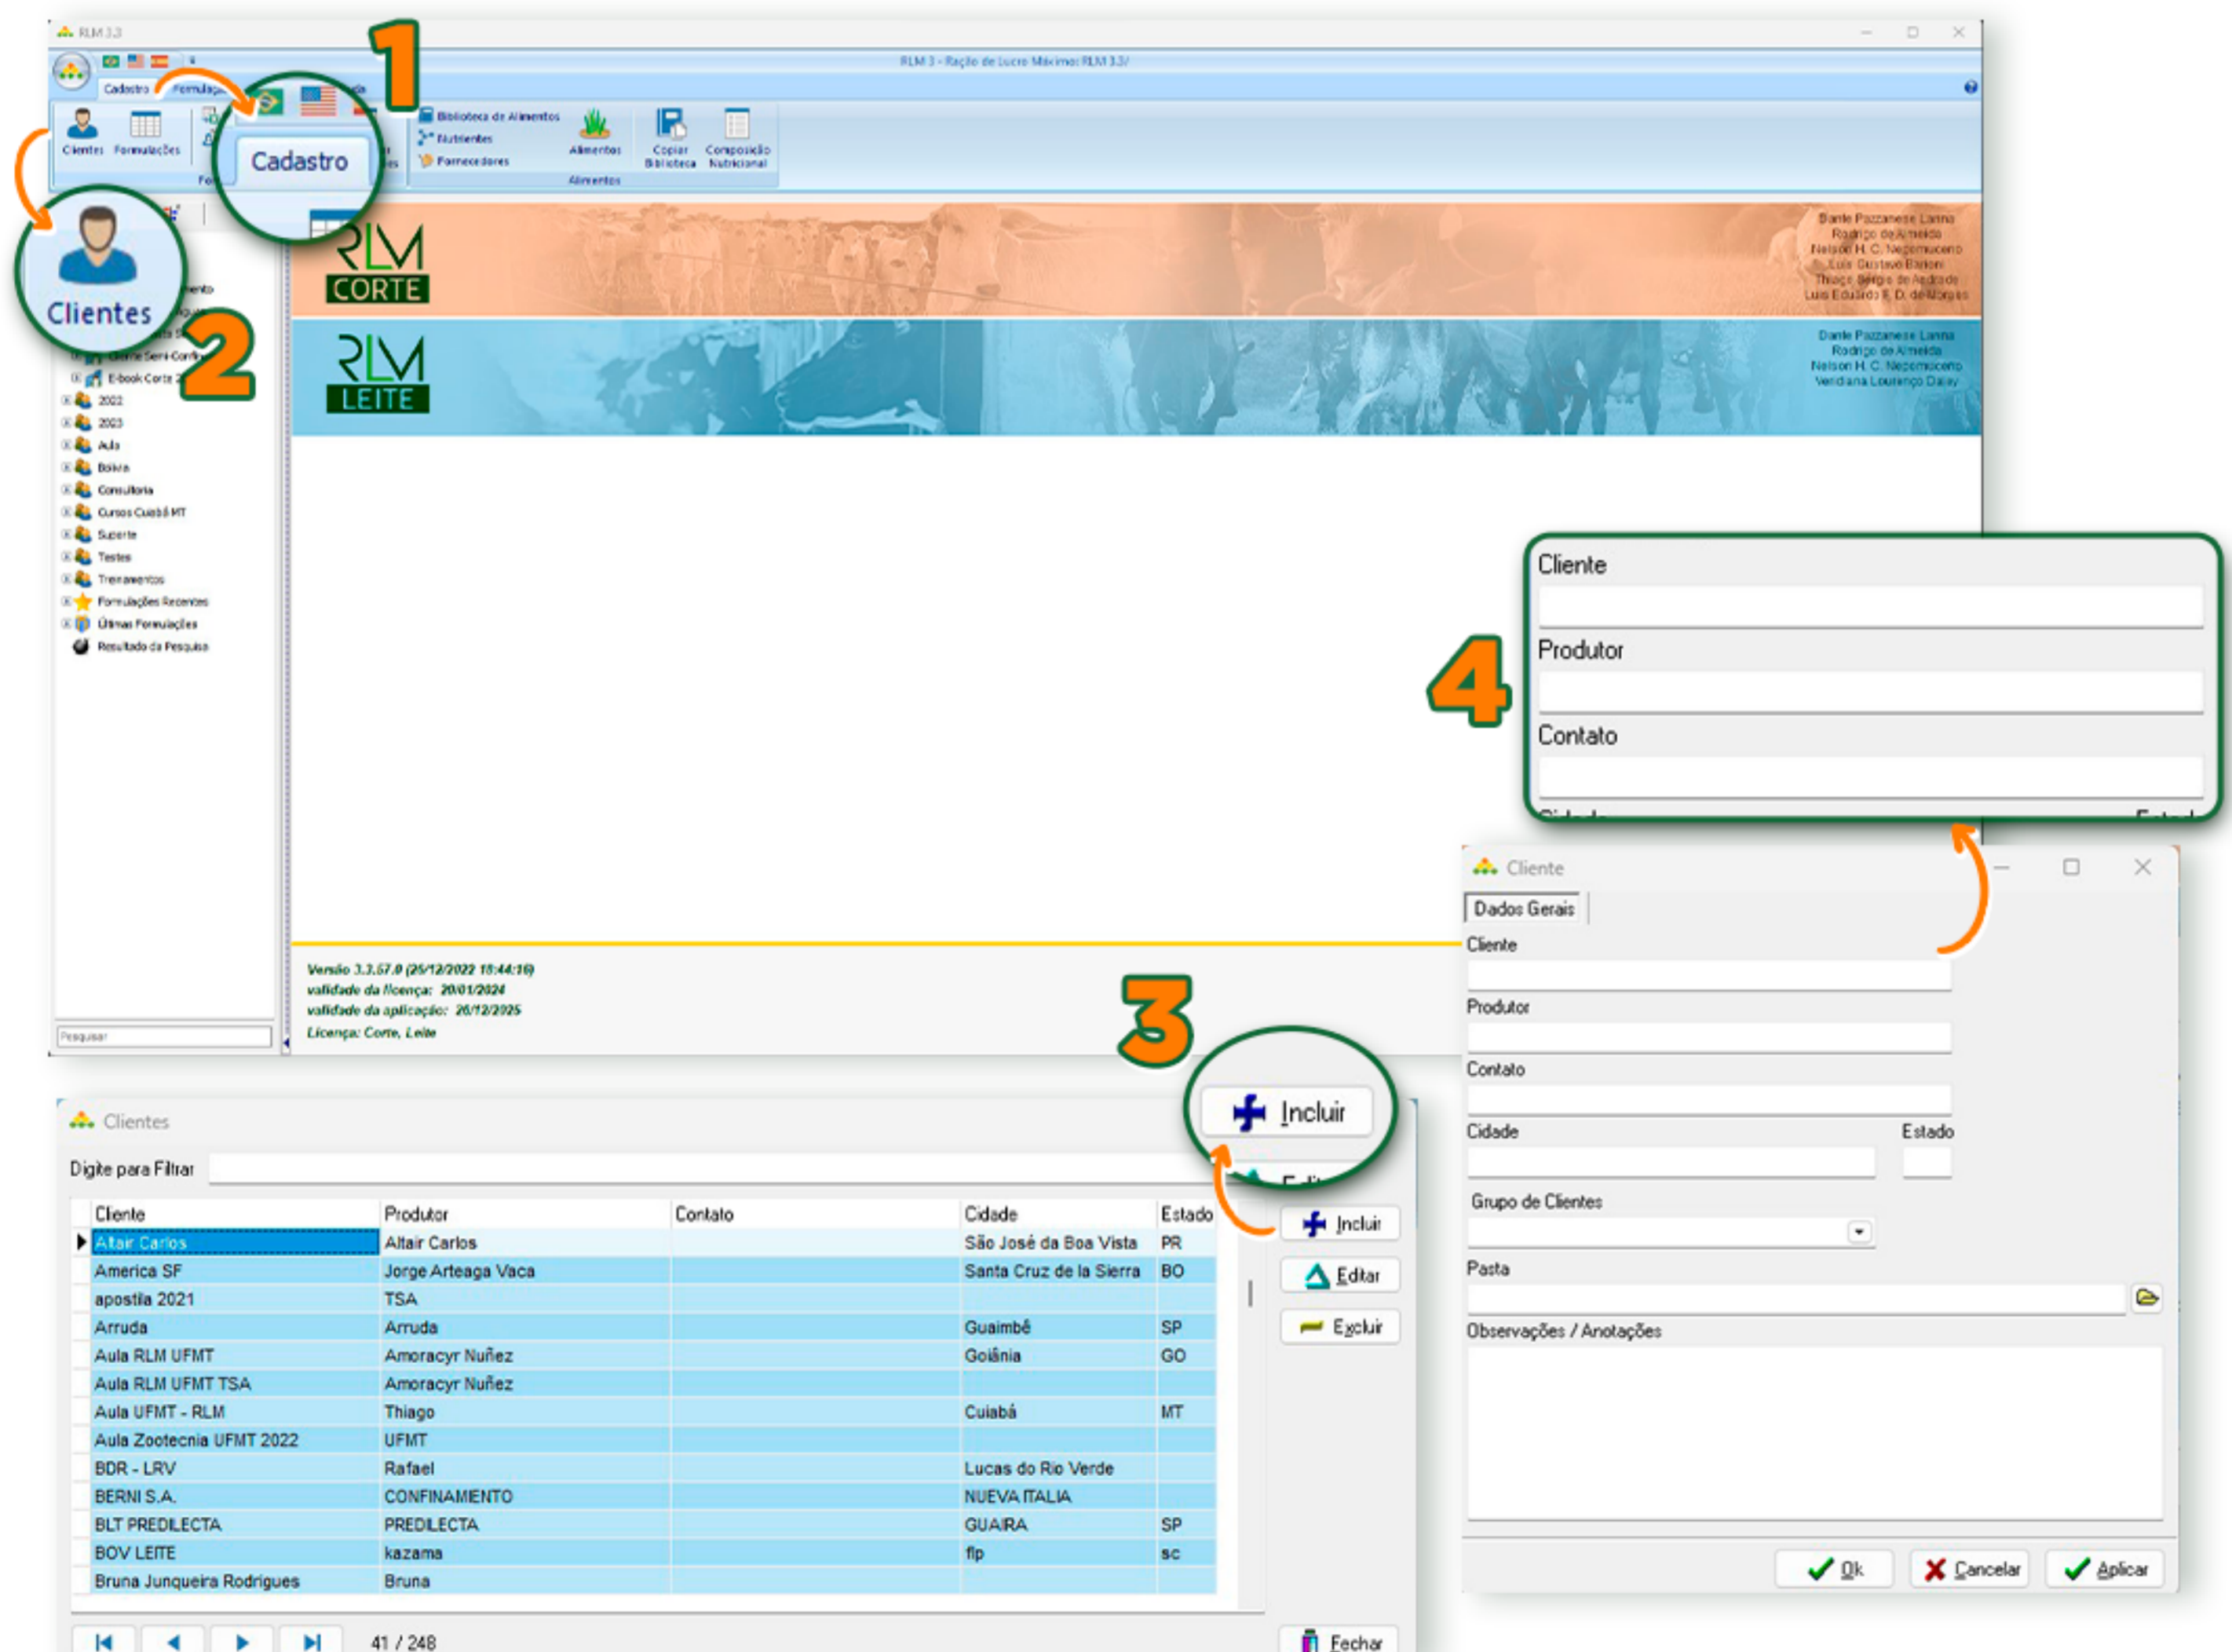
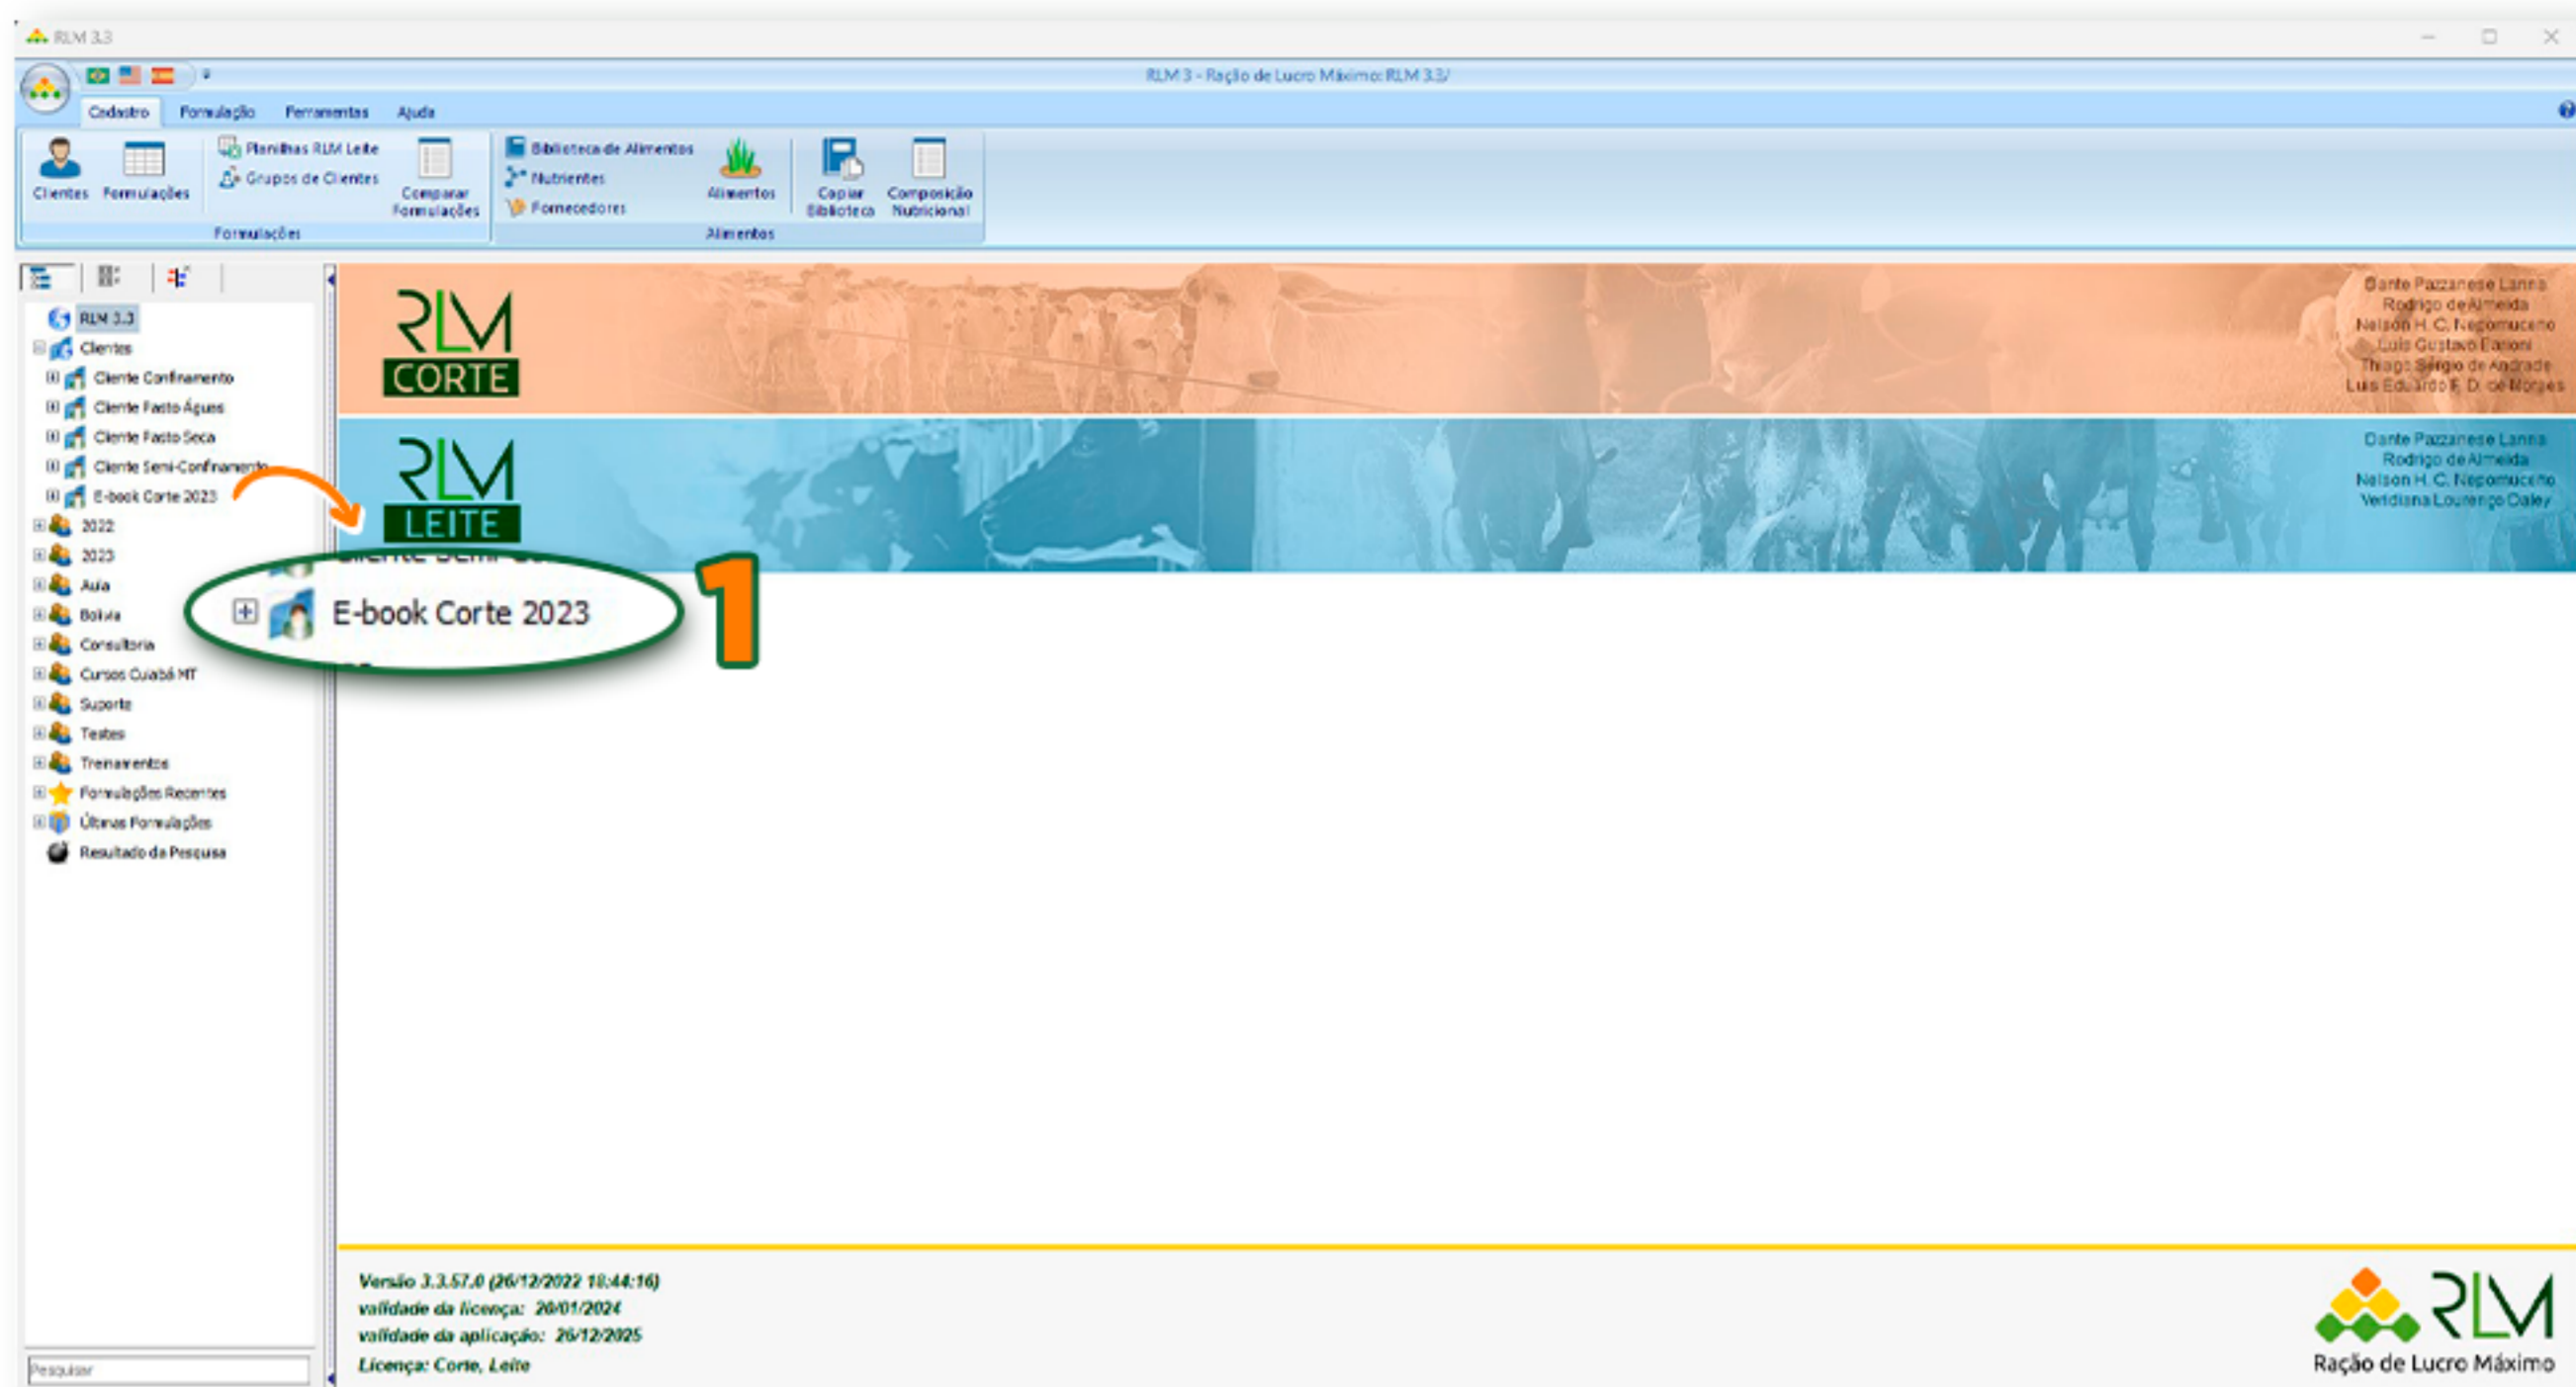

FIGURA 1.1 - CADASTRO DE NOVOS CLIENTES
FIGURA 1.2 - ÁRVORE COM O NOVO CLIENTE
Com o programa aberto, clique “Cadastro” (1) > “Clientes” (2) > “Incluir” (3) conforme Figura 1.1. Após preencher todos os dados (4), clique em “OK” > “Fechar”. Observe que o novo cliente aparecerá na árvore de clientes (Figura 1.2).